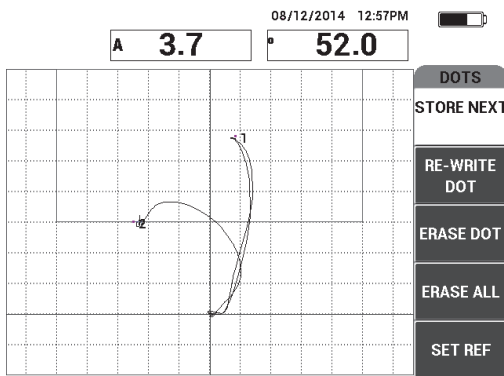

Рис. 6-49 Регистрация второй точки
7. Медленно переместите преобразователь ко второму дефекту (отслоению) и нажмите **СОХР. СЛЕД.** (клавиша A) для регистрации второй точки (см. Рис. 6-49 на стр. 169).